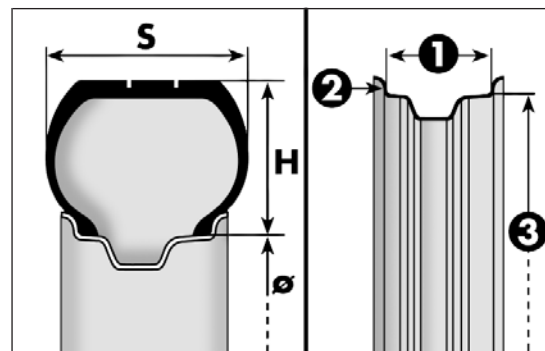

fig. 180
Esempio fig. 180: 205/55 R 16 91V
Esempio fig. 180: **7 J x 16 H2 ET 41****7** larghezza del cerchio in pollici (1).**J** profilo della balconata (risalto laterale dove appoggia il tallone del pneumatico) (2).**16** diametro di calettamento in pollici (corrisponde a quello del pneumatico che deve essere montato) (3 = Ø).**H2** forma e numero degli "hump" (rilievo circonferenziale, che trattiene in sede il tallone del pneumatico Tubeless sul cerchio).**ET 41** campanatura ruota (distanza tra il piano di appoggio disco/cerchio e mezzeria cerchio ruota).